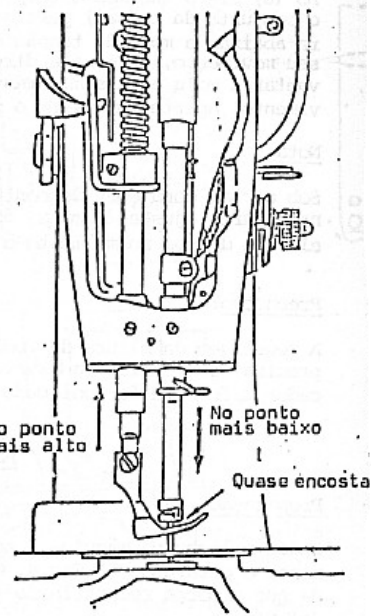

Fig. 6
- 2- Quando o calcador estiver no seu ponto mais alto e a barra da agulha no mais baixo, a parte superior do calcador deve quase encostar, sem tocar, na extremidade inferior da barra da agulha, conforme mostrado na fig. 6.